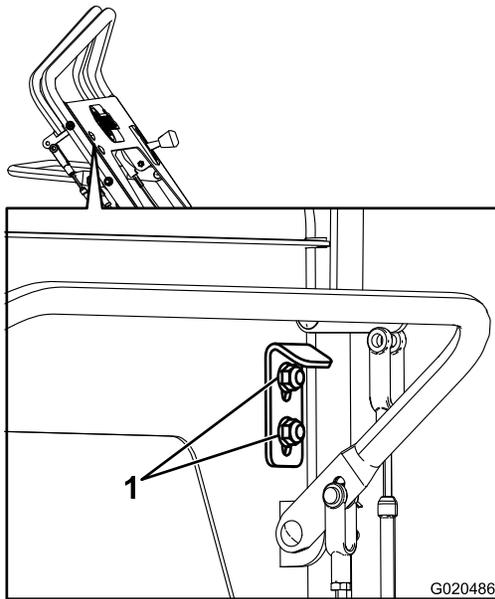

Figura 38
- Afloje las 2 tuercas del tope de velocidad en marcha atrás (Figura 38).
- Mueva el tope hasta el punto intermedio o un poco más abajo y apriete las 2 tuercas (Figura 38).